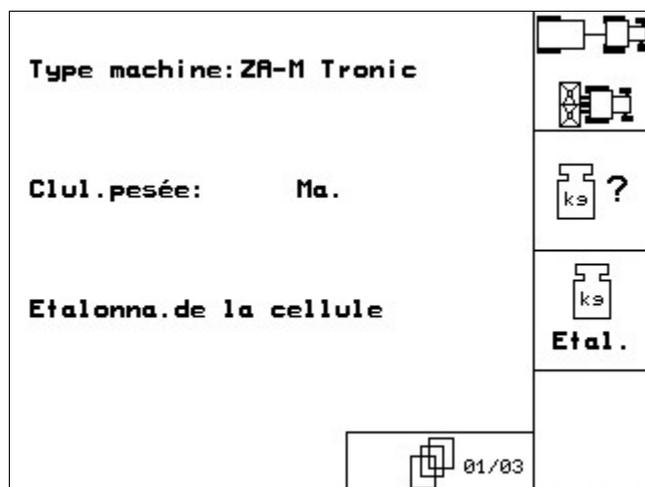

Fig. 56
- Page 1 données de base (Fig. 56):